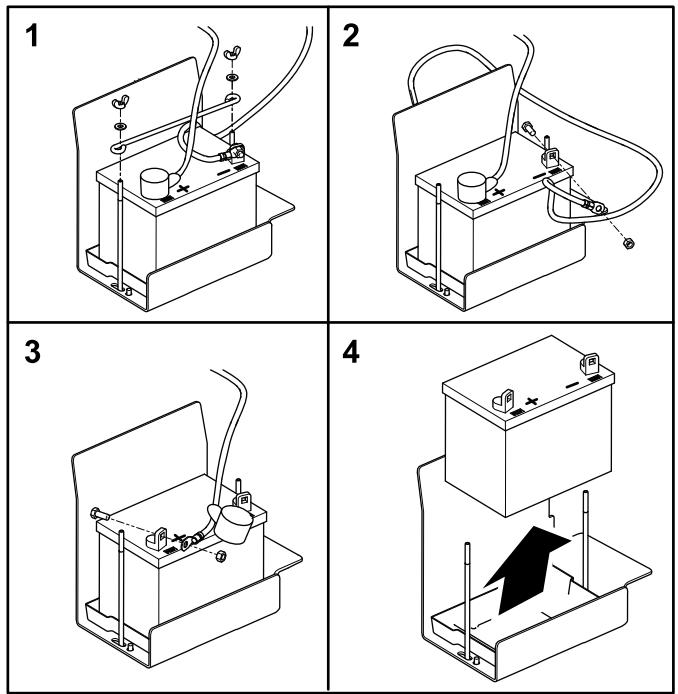

Figura 53
2. Rimuovete i dadi ad alette e le rondelle che serrano il dispositivo di fissaggio della batteria (Figura 53).